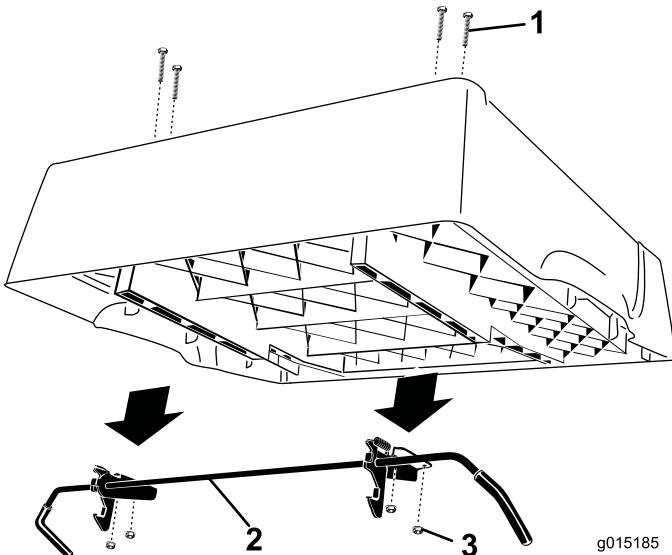

Figura 2
4. Rimuovete i 4 dadi flangiati che fissano le staffe di fermo al sottoscocca (Figura 2). Rimuovete e conservate la staffa e i fermi. Lasciate nei fori i bulloni a testa tonda e fissateli al cassone con i dati flangiati.